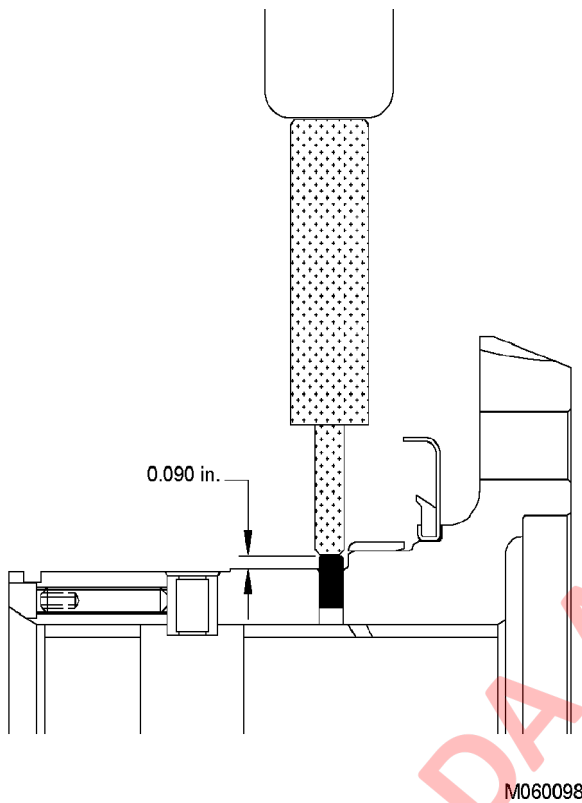

FIGURA 7-38.
1. Coloque el casquillo extremo (45) en un congelador o en hielo seco como preparación para su instalación.
2. Si desmontó el pasador espiga (43), presiónelo para volver a instalarlo en el conjunto del cubo de montaje del ventilador (42) (consulte la Figura 7-38) y deje que sobresalga 2,3 mm (0,090 in).